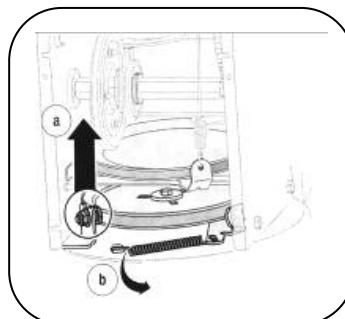

Рис.14
6. Освободите опорный кронштейн пружины от рамы. См. рис. 14.